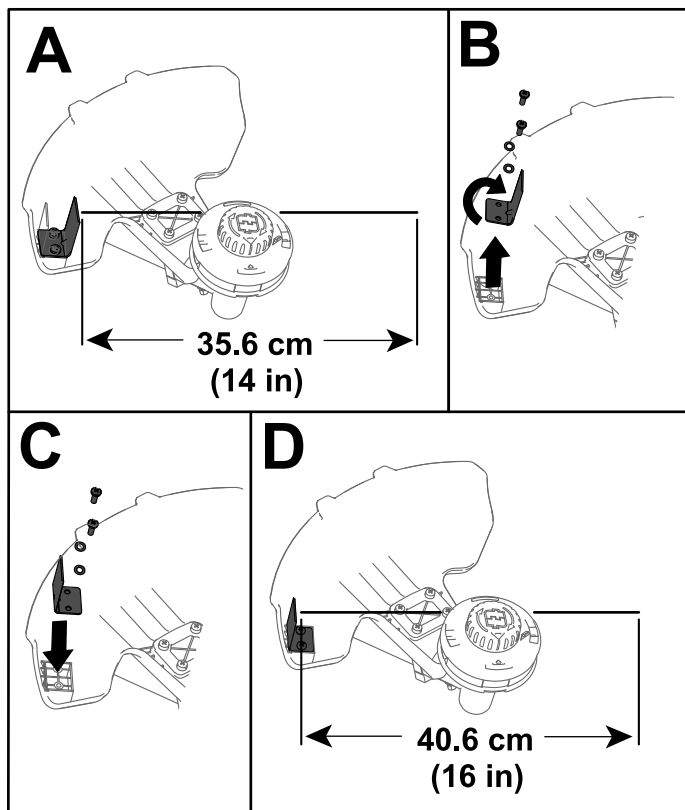

Figure 10
La débroussailleuse est réglée à l'usine pour offrir une largeur de coupe de 36,6 cm (14 po), comme montré en A de la Figure 10. Reportez-vous aux instructions suivantes pour régler la largeur de coupe à 40,6 cm (16 po), comme montré en D de la Figure 10.
1. Déposez l'équerre de réglage au fond du déflecteur en retirant les 2 vis de fixation à l'aide de la clé Allen fournie (B de la Figure 10) et tournez l'équerre de 180°.
2. Remettez ensuite les 2 vis retirées précédemment (C de la Figure 10).